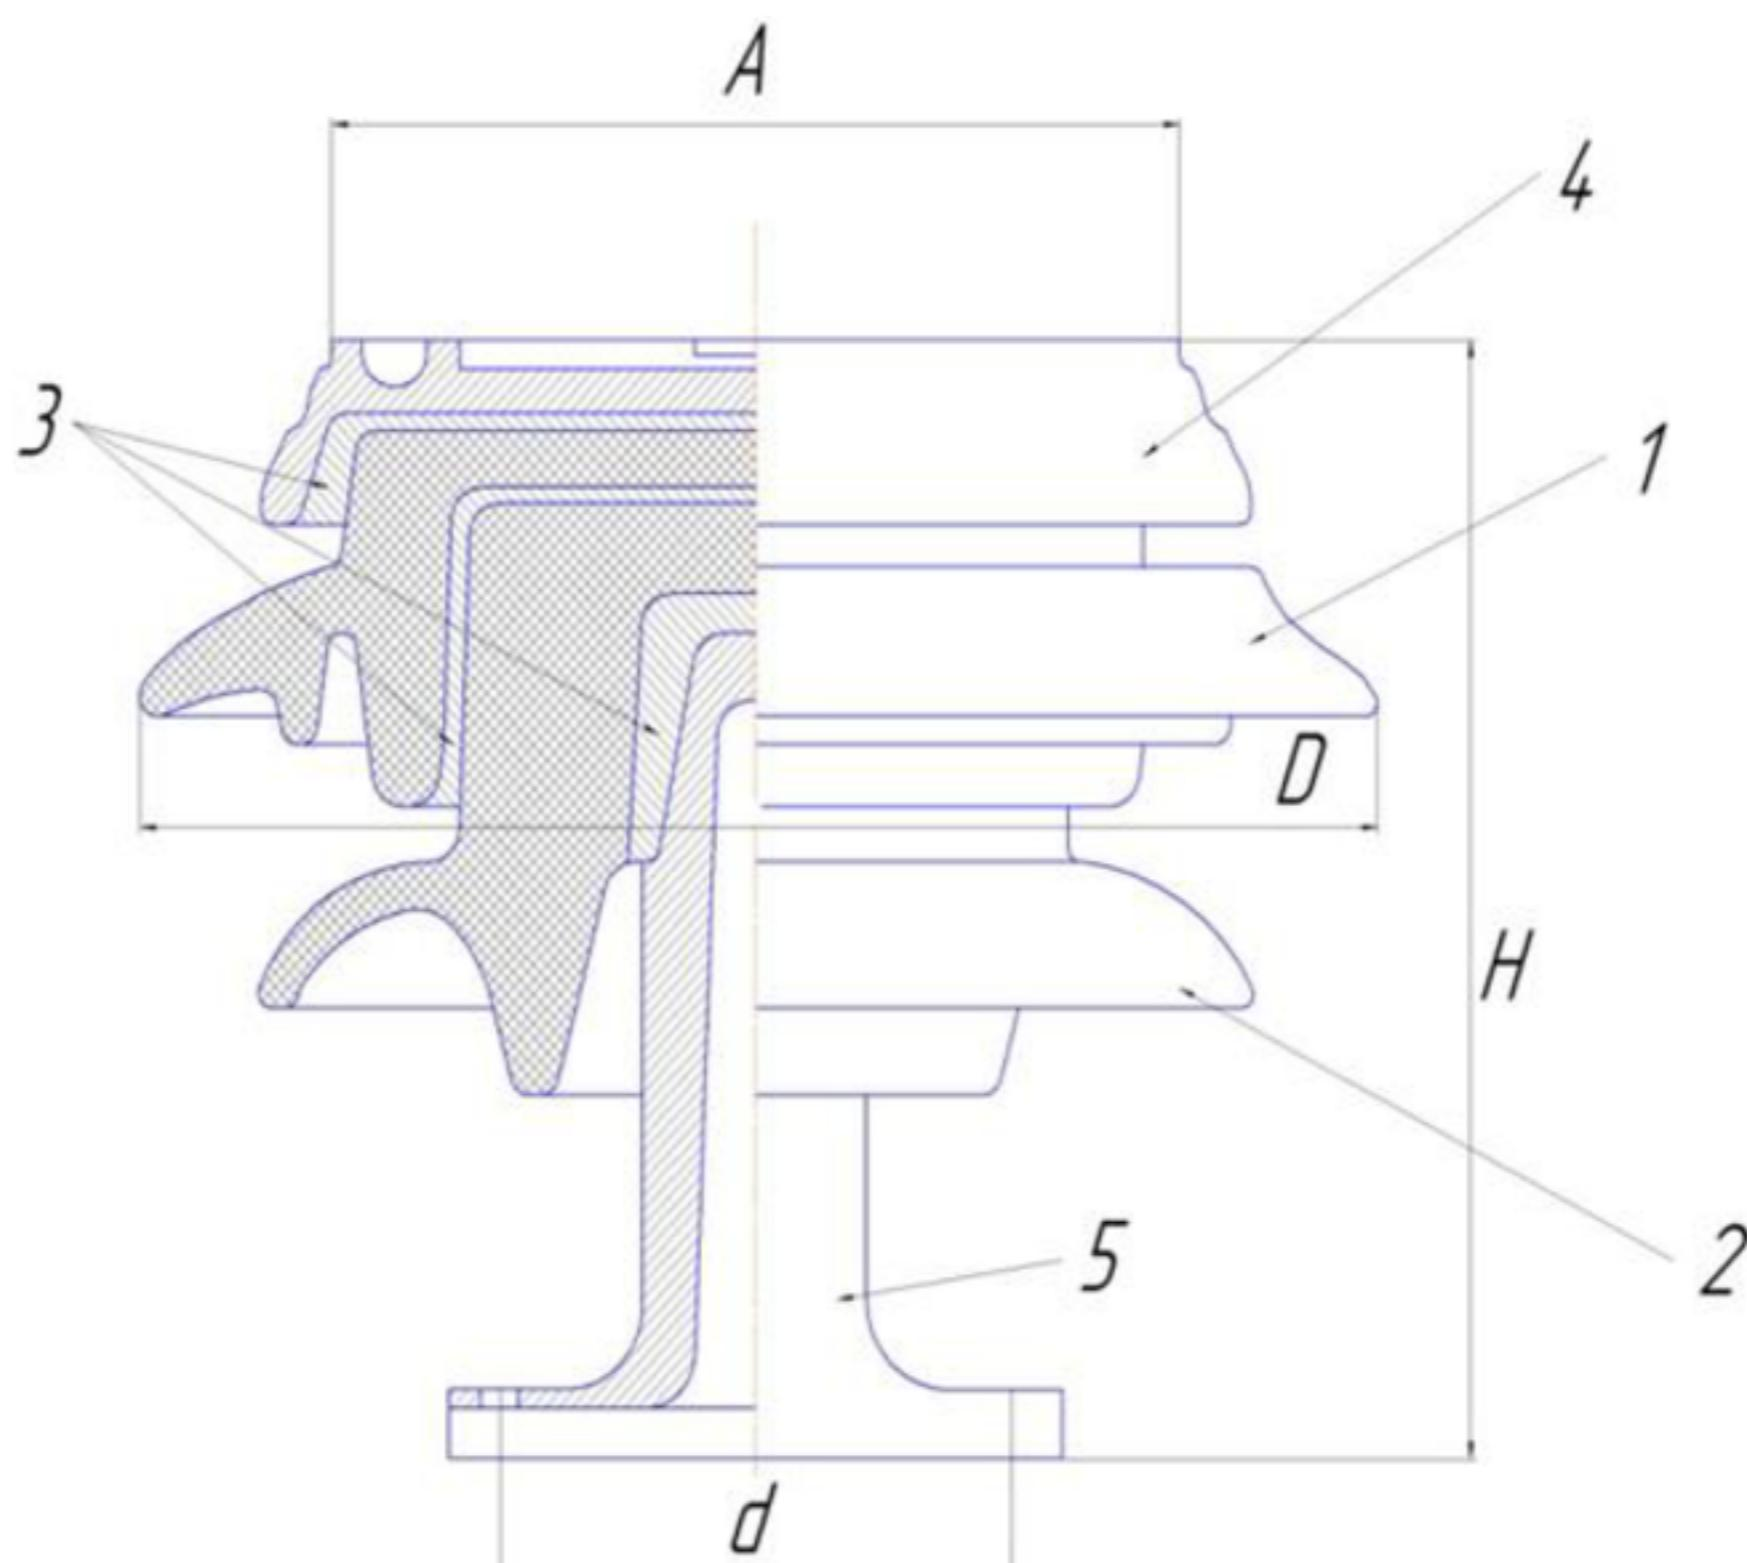

Рисунок 2 – Опорно-стержневой изолятор наружной установки
3. По заданной диаграмме рисунок 2 определить  $\sigma_{\text{ПЦ}}$ ,  $\sigma_v$ ,  $\sigma_t$  (или  $\sigma_{0,2}$ ) – параметры прочностных свойств материала (для диаграммы с выраженной площадкой текучести оценить величину  $\sigma_{0,2}$ ).
Опорный стержневой керамический изолятор ОНС изолирует и поддерживает шины контактных деталей в открытом распределительном устройстве. Изолятор представляет собой сплошной круглый стержень с выступающими ребрами. На торцевых частях изолятора закреплены металлические фланцы (колпаки), являющиеся электродами (рис.2).